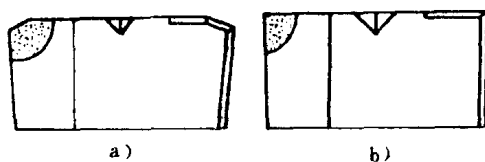

图1-3 双刃镗刀
2) 双刃镗刀 分为通孔和不通孔两种镗刀, 见图1-3。双刃镗刀有不同规格, 其刀体上有中心定位的缺口, 将它装夹在相应的有中心定位的镗刀杆上。可镗削成不同的孔径尺寸(每一把镗刀的刀体上都标有加工尺寸, 在加工时可选用), 一般作半精镗孔用。孔径双刃镗刀加工后, 将留0.1mm的余量作精加工用。